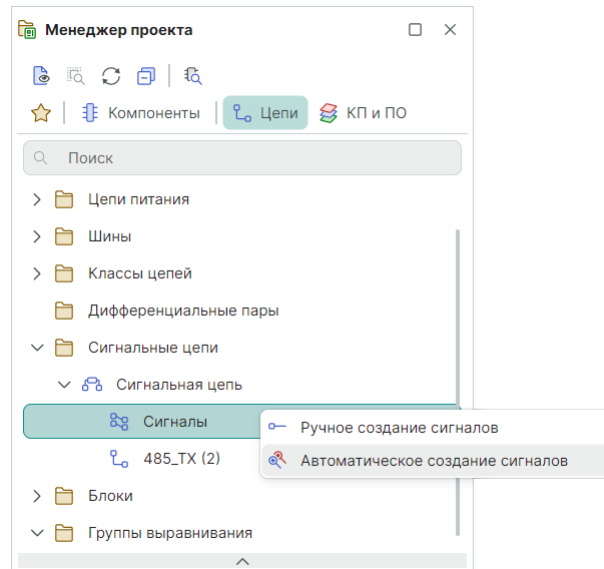

Рис. 147 Создание сигналов для выбранной сигнальной цепи в автоматическом режиме
1. В панели «Менеджер проекта» → «Сигнальные цепи» выберите сигнальную цепь, установите курсор на пункт «Сигналы», вызовите контекстное меню и выберите пункт «Автоматическое создание сигналов», см. Рис. 147.